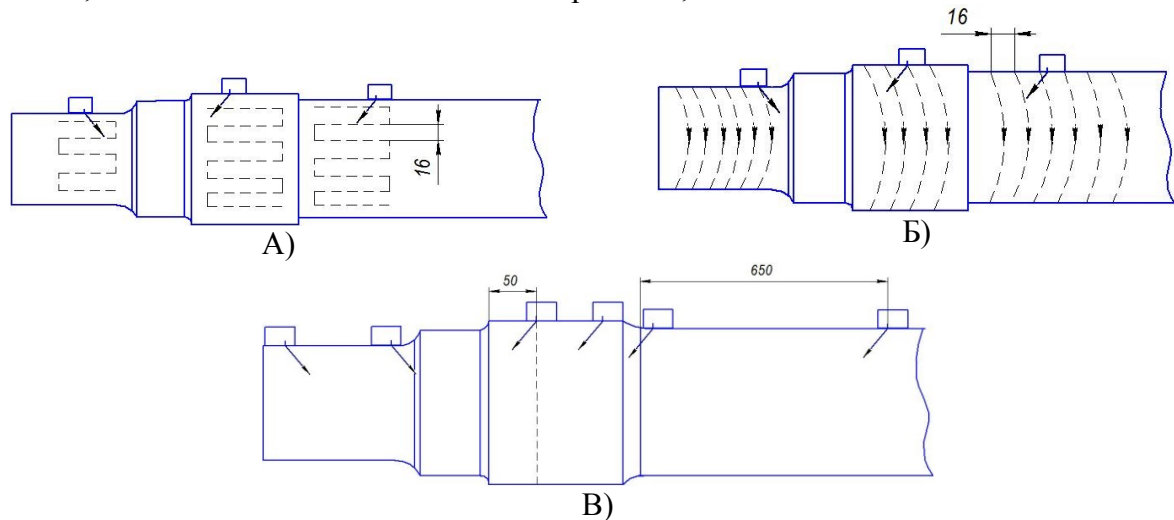

Рис. 9.7.1. Схема сканирования и области прозвучивания оси при контроле по варианту AR3. Ультразвуковой преобразователь П121-2,5-50°-К14-ЖД.
Контроль с цилиндрической поверхности оси поперечными волнами в осевом направлении путем сканирования ПЭП по поверхностям шеек, подступичных частей и средней части с целью выявления внутренних несплошностей и трещин в основном сечении, в том числе в зонах галтельных переходов, Рис.9.7.1.
9.7.5 Нанести контактную жидкость на поверхность оси. Провести прозвучивание с цилиндрической поверхности шейки оси, с подступичной части и со средней части оси. Провести сканирование по спирали (Рис. 9.7.1.А) либо вдоль образующей (Рис. 9.7.1.Б) с шагом, не превышающим 16 мм, и скоростью, не более 3 м/мин.